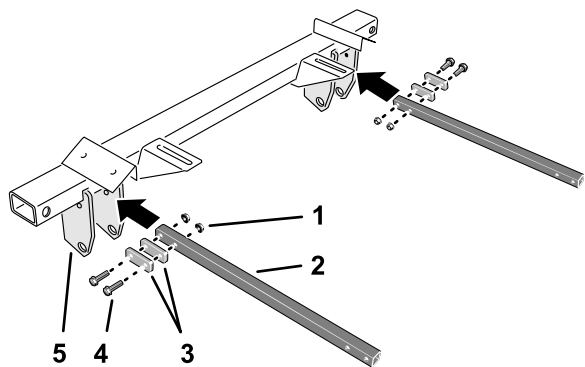

Рисунок 2
1. Прикрепите, не затягивая, трубчатую растяжку к кронштейну шарнира на задней поперечине при помощи 2 проставок, 2 колпачковых болтов с фланцем ($\frac{3}{8}$ x 2½ дюйма) и 2 фланцевых контргаек ($\frac{3}{8}$ дюйма), как показано на Рисунок 2.
2. Прикрепите, не затягивая, трубчатую растяжку к кронштейну шарнира на другом конце задней поперечины (Рисунок 2) при помощи 2 проставок, 2 колпачковых болтов с фланцем ($\frac{3}{8}$ x 2 $\frac{1}{2}$ дюйма) и 2 фланцевых контргаек ($\frac{3}{8}$ дюйма).